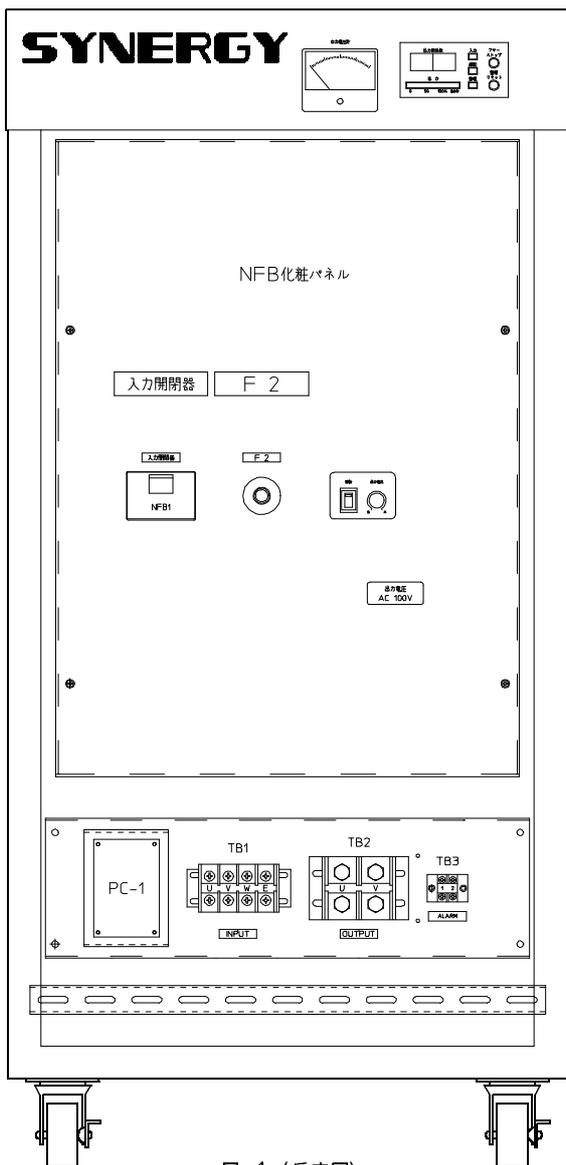
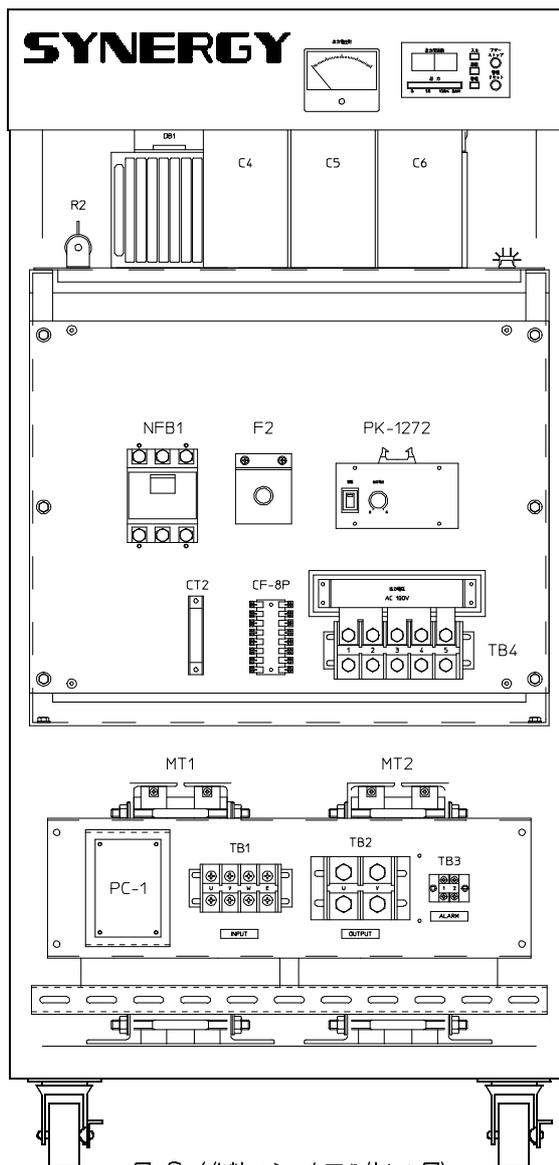
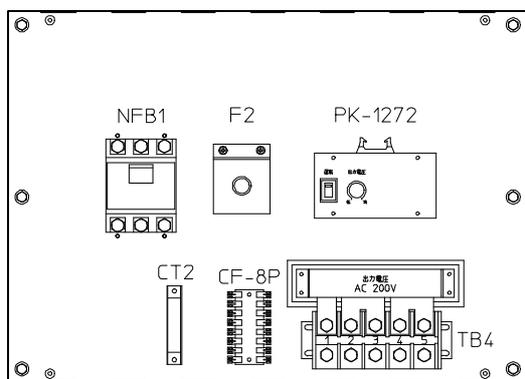

図 1 (扉内図)
図 2 (化粧パネルを取り外した図)
図 3
- 1 図1の化粧パネルを4箇所(M4ビス)を取り外すと、図2の様に出力電圧表示板が現われます。
備考 図2は出力電圧100Vを示し図3は出力電圧200Vを示します。